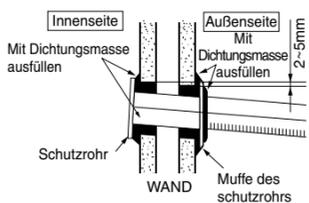

Abb. 4-1
- 4.2 Der Wanddurchbruch ist mit den mitgelieferten Blending für kältemittelleitungen und Füllmasse sauber zu schließen. Siehe Abb. 4-1 und 4-2.